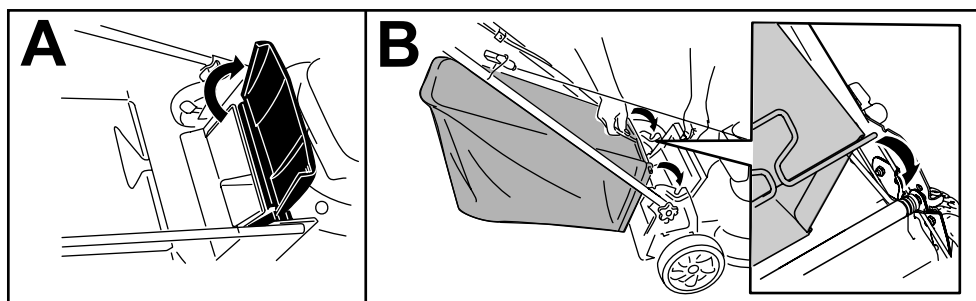

Figure 7
1. Soulevez le déflecteur arrière et maintenez-le dans cette position (A de Figure 7).
2. Montez le bac à herbe en veillant à insérer les ergots dans les crans du guidon (B de Figure 7).